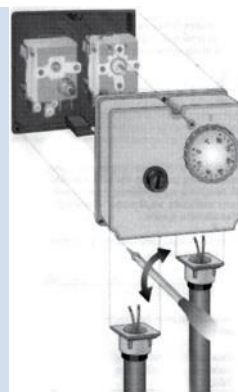

fig. 5
B) Løsn de tre bolte, og fjern den forreste del fra termostaten. Vikl strømforsyningskablerne ud, og slut dem til klemmerne på termostaten (fig. 5) iht. anvisningerne.